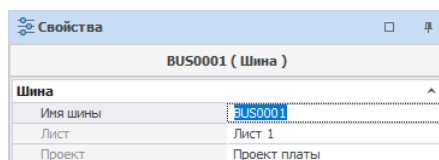

Рис. 115 Переименование шины из панели «Свойства»
- Из пункта «Имя шины» на панели «Свойства», см. Рис. 115.